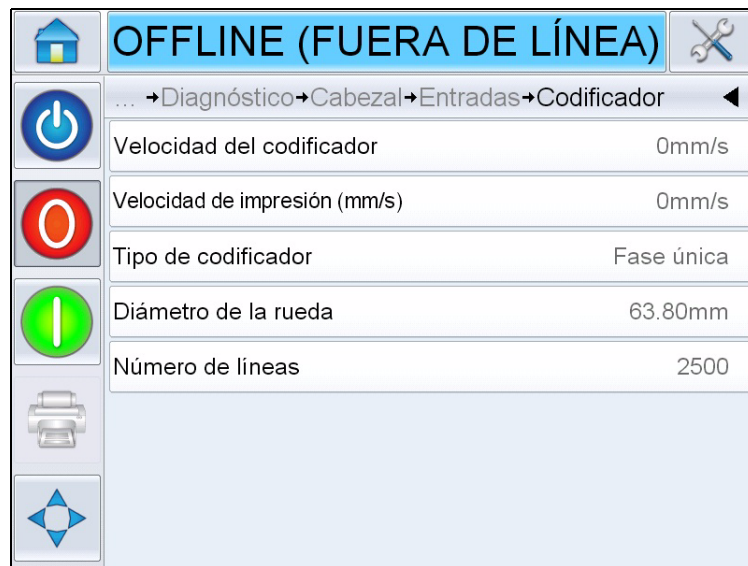

Figura 4-11: Página de diagnóstico del codificador
- Codificador: toque el botón *Codificador* para ver la página de diagnóstico del *Codificador*. La página de diagnóstico del *Codificador* permite al usuario ver los siguientes parámetros del codificador (consulte la Figura 4-11).